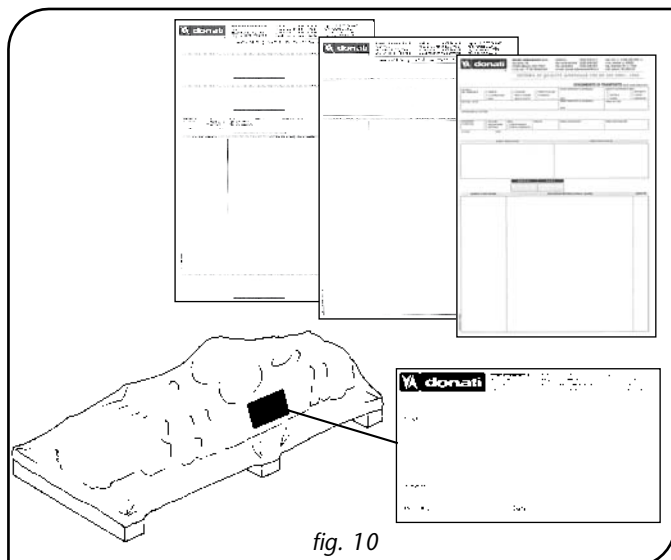

fig. 10
- Les données en matière d'expédition (adresse du destinataire, n° des articles, n° de commande) correspondent aux données des documents joints à la livraison (documents du transporteur et/ou liste de colisage) (figure 10).